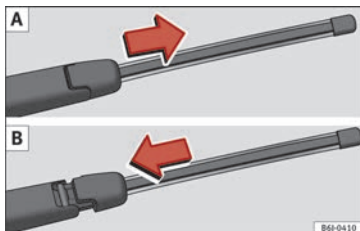

Abb. 91 Heckwischerblatt abnehmen und einsetzen.
- »» **Abb. 91 A** ab.
- »» **Abb. 91 B** gezeigt und schieben Sie den Adapter, bis er einrastet.